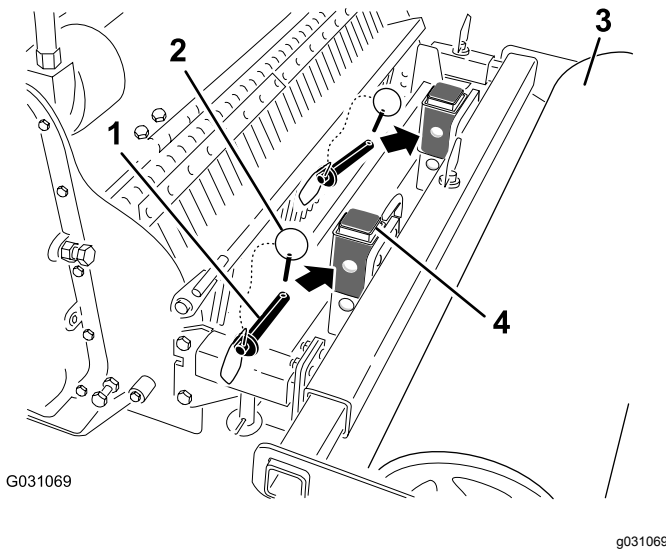

Bild 7
3. Entfernen Sie die Dorne von den Befestigungsstreben des Planierschilds (**Bild 7**).